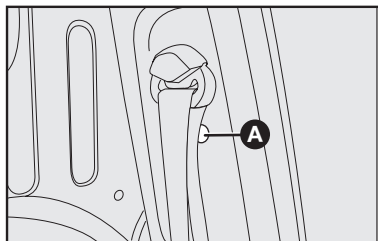

fig. 12
- fig. 12
original y reinstalándolo en el agujero A-fig. 12 disponible en la columna central.